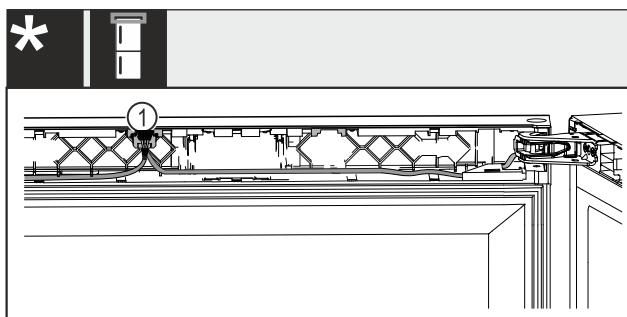

Fig. 50 Wein-Gefrier-Kombinationen*
- Stecker Fig. 50 (1) in die Führung einrasten.*